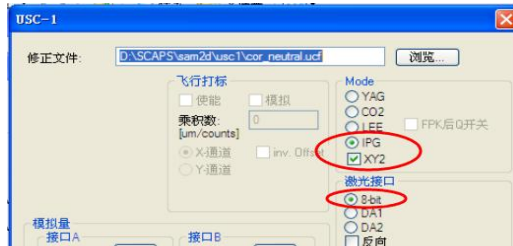

图 20
2) Mode 点选 “IPG” 和 “XY2”；激光接口点选 “8-bit” 设置完毕后点击确定（如图 20）